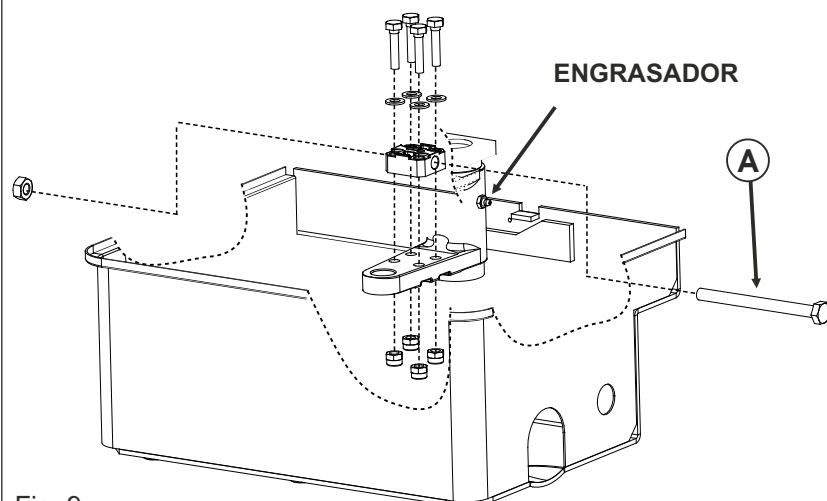
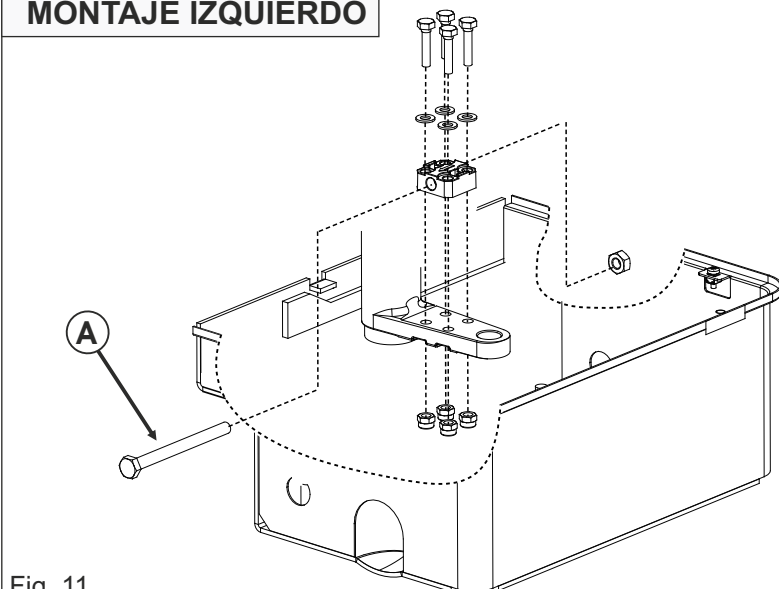

Fig. 9
Fig. 11
3.1. Insertar el soporte del final de carrera en la unidad de soporte varilla y fijarlo con los tornillos en dotación (Fig. 9 o Fig. 11)
3.2. Insertar el tornillo «A» (Fig. 9 o Fig. 11) como se muestra en el dibujo, prestando atención al sentido de inserción que indica la flecha grabada en el soporte (Fig. 10a o Fig. 12a)